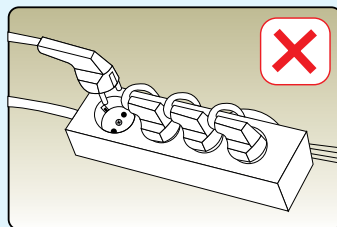

FIGURA 11
- E' vietato collegare il vostro prodotto a una presa multipla, e utilizzare prolunghe. (Figura 11)